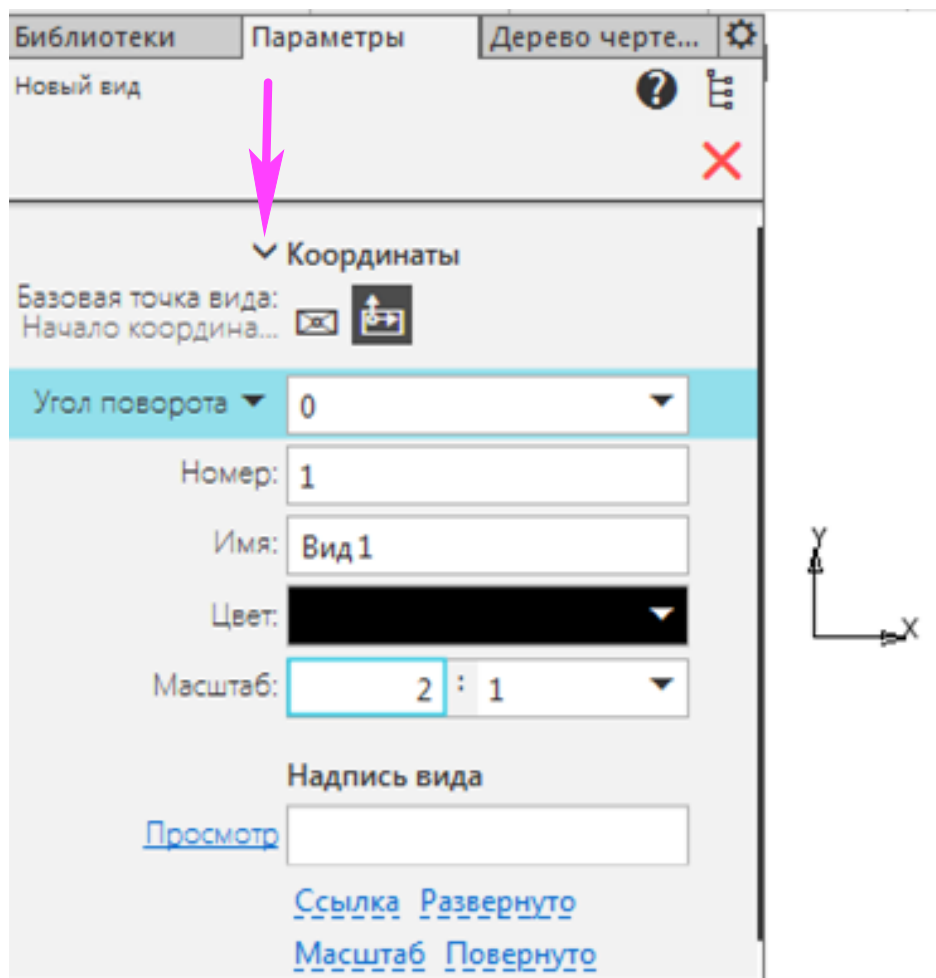

Рисунок 1
- Задайте масштаб вида 2:1. Для этого раскройте список Масштаб на Панели параметров и выберите из него данный вариант. (рисунок 1)